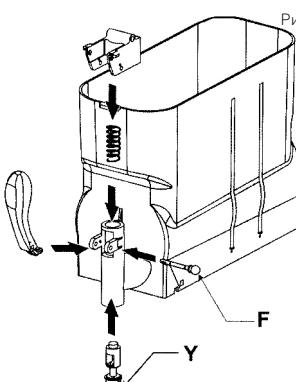

Рис. 23
- С помощью прилагаемой к устройству смазки, смажьте соответственно кран (Y) и соберите все детали..
- Вставьте штифт (F), удерживая рычаг крана (Смотрите: Рис.23).
- Замените уплотнительное кольцо крана (C), если оно изношено или протекает.